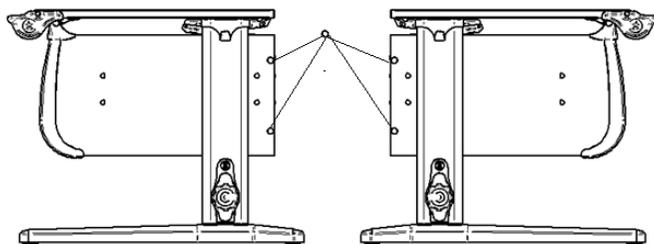

Рис. 22
6.1 Установить заглушки конфирмат (поз. 5, пакет № 75) согласно рис. 22; 23.